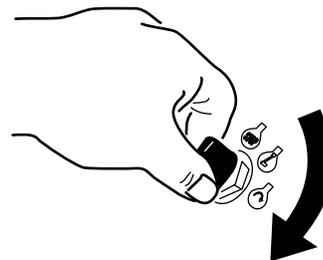

Рисунок 11
2. Поверните ключ зажигания в положение **Пуск** (Рисунок 11).